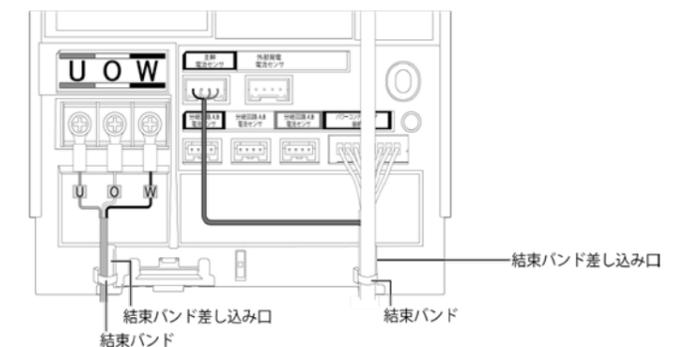

図12. 結束バンドを用いたケーブルの固定箇所
- (6) 露出配線の場合のみ : 結束バンドでケーブルを固定する。(図12)